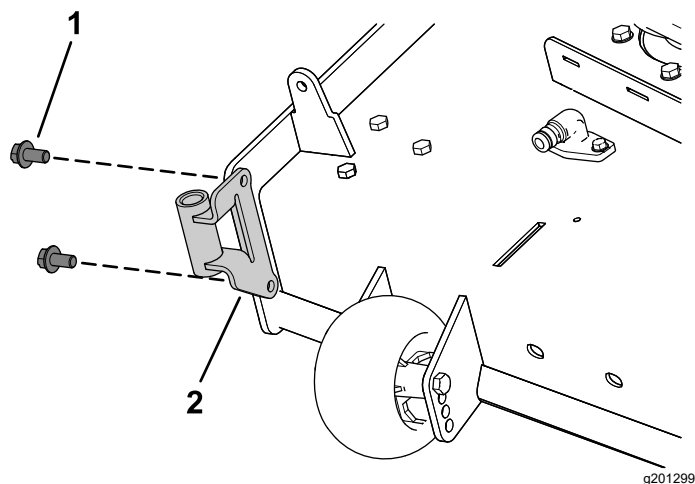

Figure 7
1. Fixez le support de ventilateur sur le plateau de coupe à l'aide de 2 vis à embase à tête hexagonale ($\frac{3}{8}$ " x $\frac{3}{4}$ "), comme montré à la Figure 7.